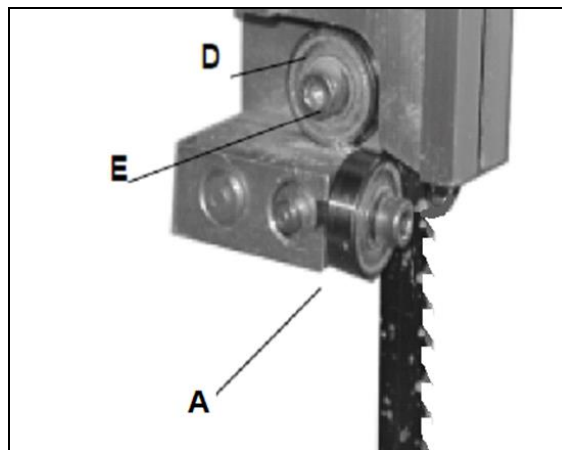

Fig 26
Desserrer la vis à six pans creux (E, Fig 26) et ajuster le galet dorsal (D) à environ 1 mm du ruban.